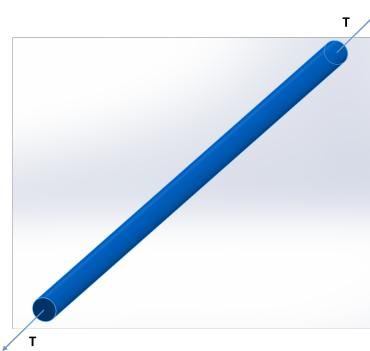

Fig 1.b.6 | Corde sous une tension T
La barre conique ci-dessous est soumise à des charges axiales (F), comme illustré en Fig 1b1.
Fig 1b1 | Barre conique soumise à des charges axiales.
- cas b) collé à un support sur une longueur $h=1$ cm, tel qu'illustré en fig 1b2
Fig 1b2 | poutre encastrée vs. poutre collée.
Fig 1b3 | Treillis en acier et les charges associées.
Considérons une barre de longueur 1 cm, avec une section carrée de 1 mm de côté (voir fig 1b4). Les deux extrémités de la barre sont solidement attachées à un pull-tester longitudinal.
Fig 1b4 | Barre avec une section transversale carrée.
Fig 1b5 | Profil de la barre composite
La fréquence de vibration de la corde, f_R , est donnée par $f_R = \frac{1}{2} \sqrt{\frac{F}{mL}}$, où F est la force de traction (T en Figure 1.b.6), m la masse de la corde, et L la longueur de la corde. On néglige l'effet de la gravité.